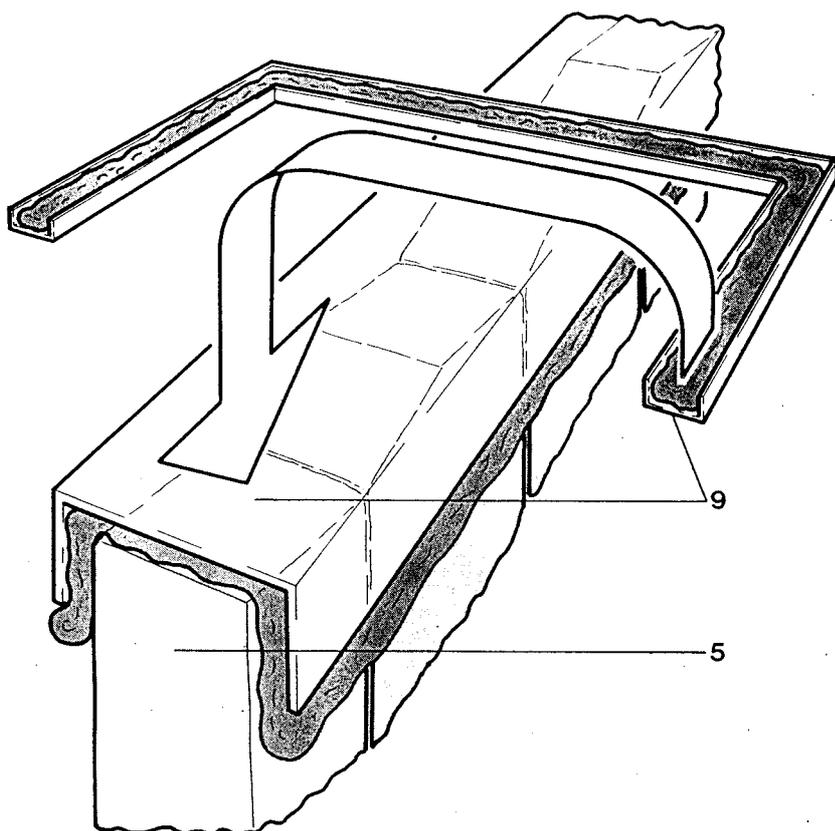

Рис. 6
- Уплотнительный профиль (9) полностью заполнить уплотняющей массой (см. рис. 6).
- Наложить уплотнительный профиль (9) на литое ребро (5) и плотно прижать.